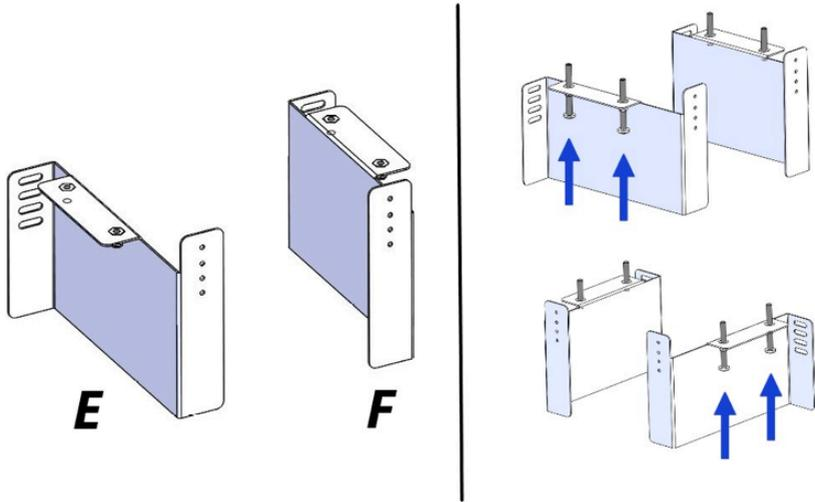
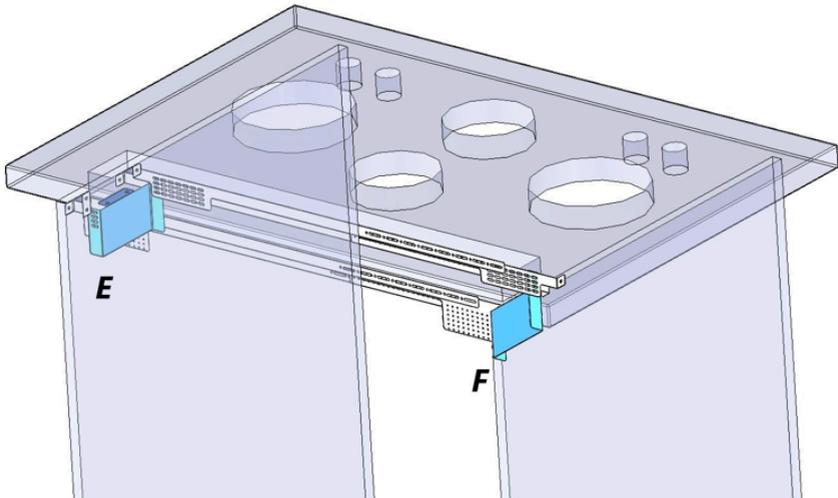
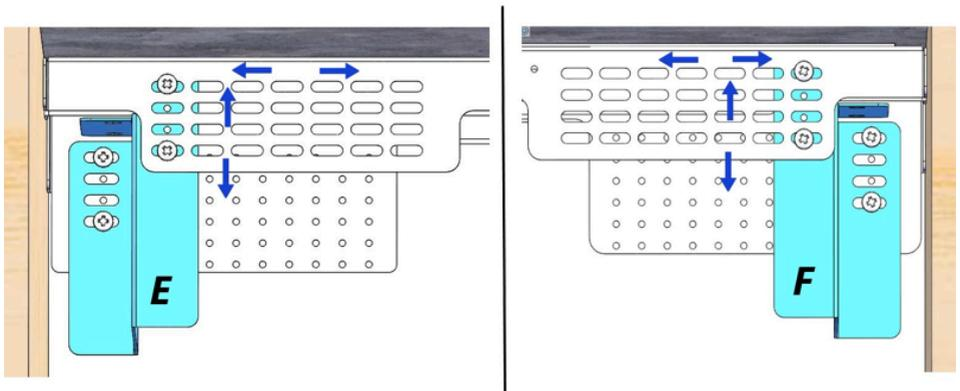

Fig. 10
Fig. 11
Fig. 13
(para uma boa montagem pegue os componentes "E - F" fig.10 e insira-os entre os acessórios, respectivamente E para a parte esquerda e F para a parte direita, veja fig.11, a fim de verificar o posicionamento correto na altura acima da dita).
6. Pegue os componentes E - F (se não houver, insira os parafusos de ajuste conforme mostrado na fig.10) posicione-os como visto anteriormente (E para a parte esquerda e F para a parte direita, consulte a fig.11) e fixe-os em ambos as laterais com parafusos (fig. 13).
Observe bem que o sistema de fixação possui várias ranhuras para permitir ajustes do downdraft tanto em função de sua largura (esquerda - direita) quanto na espessura do topo a ser colado no downdraft (topo - fundo) (ver fig. 13) .